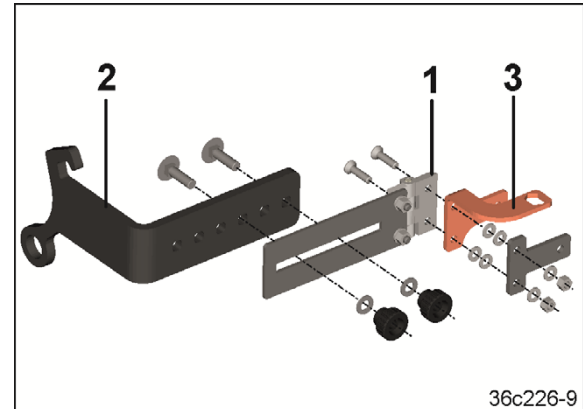

Fig. 113
3. Visser la pièce intermédiaire (Fig. 113/1) au support du bras supérieur (Fig. 113/2) et au tronçon (Fig. 113/3).